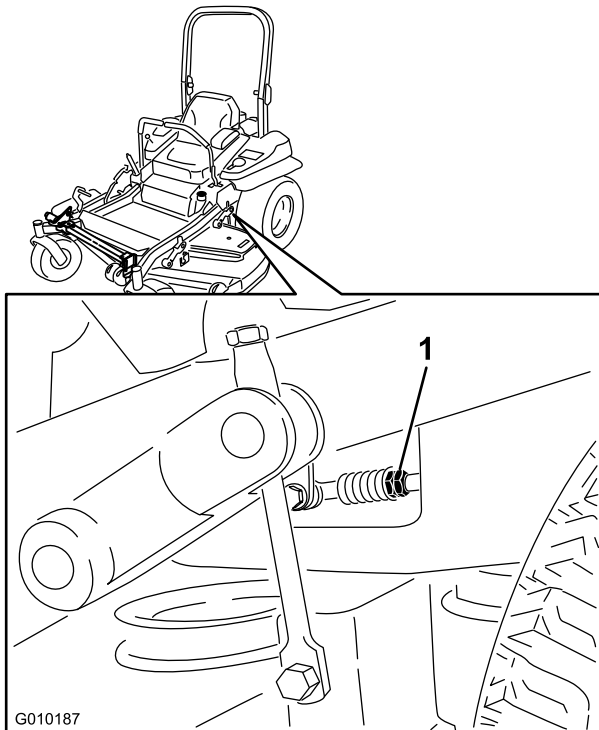

Figure 86
- Réglez la longueur des tiges de commande de pompe en tournant les doubles écrous dans le sens voulu jusqu'à ce que les roues tournent légèrement en arrière (Figure 86).